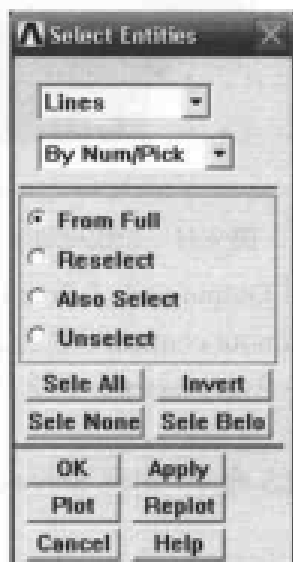

图 9-41 选择线段对话框
(1) 选择 Main Menu | Solution | Analysis Type | New Analysis 命令, 出现 New Analysis 对话框。选择分析类型为 Steady-State, 单击 OK 按钮关闭该对话框。
(2) 选择 Utility Menu | Select | Everything 命令。
(3) 选择 Utility Menu | Select | Entities 命令, 出现 Select Entities 对话框, 在第 1 个下拉列表框中选择 Lines 选项, 在第 2 个下拉列表框中选择 By Num/pick 选项, 在第 3 个选项组中选 From Full 单选按钮, 如图 9-41 所示, 单击 OK 按钮, 出现 Select Lines 菜单, 在文本框中输入 1, 单击 OK 按钮关闭该菜单。